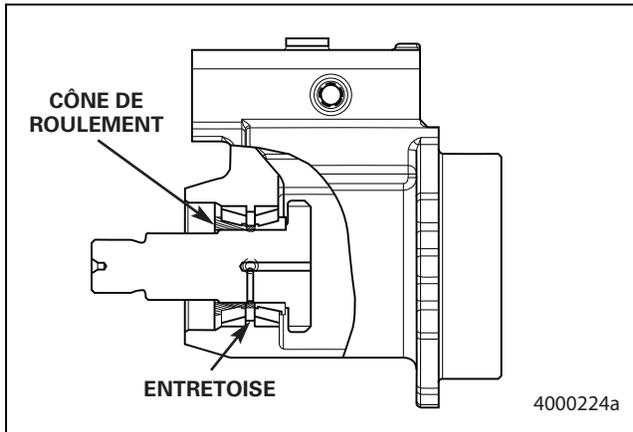

Figure 7.10
- Une fois l'entretoise de roulement en place, chauffer le second cône de roulement à 200 °F (93 °C), puis l'installer sur l'arbre. Figure 7.10.